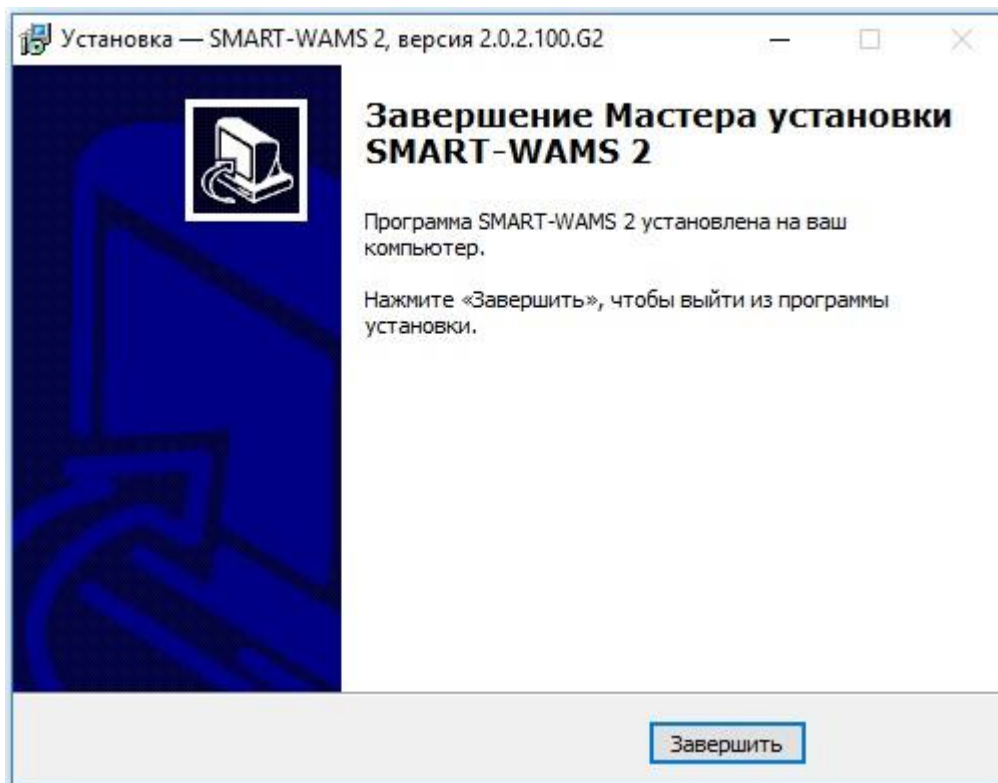

Рисунок 6. Завершение установки ПО.
- После завершения установки нажать «Завершить» (рисунок 6).